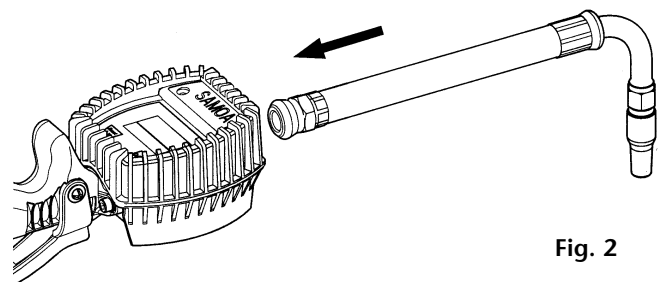

Fig. 2
1. Install the outlet extension to the outlet thread of the meter and tighten it well (fig 2).
1. Coloque la extensión a la salida de la pistola y apriete firmemente (Fig. 2).
1. Placer l'extension à la sortie du pistolet compteur et la serrer fermement (Fig.2).
1. Den Auslauf am Auslaufgewinde des Zählers (Bild 2) befestigen.